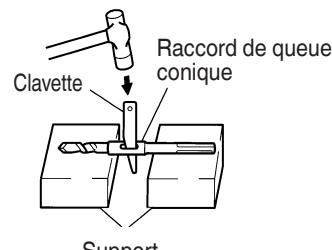

Fig. 15
- (2) Mettre l'appareil sous tension et percer un trou de base.
(3) Après avoir retirer la poussière avec une seringue, fixer le mandrin à la pointe du sabot et l'enfoncer dans le sabot avec un marteau.
- (4) Pour retirer la mèche à queue conique, insérer une clavette dans la fente du raccord de queue conique, placer un support sous le marteau rotatif, et frapper sur la clavette avec un marteau. (Fig. 15)